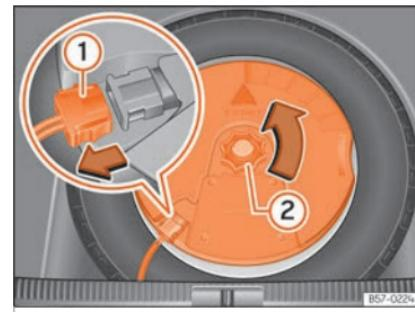

Fig. 210 En el maletero: desmontar el subwoofer.
- Desconecte el cable del altavoz subwoofer »» fig. 210 ①.
- Gire la ruedecilla de fijación en sentido contrario a las agujas del reloj »» fig. 210 ②.